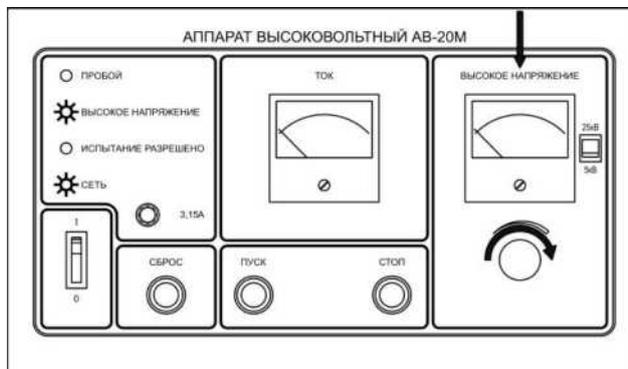

Рис. 6
7.4. Вращая ручку регулятора напряжения по часовой стрелке (рис. 6), установите необходимое значение испытательного напряжения.